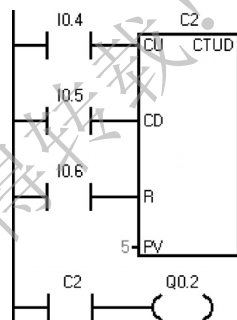

图 3-33 加减计数器
在加计数脉冲输入 CU (见图 3-33) 的上升沿, 计数器的当前值加 1。在减计数脉冲输入 CD 的上升沿, 计数器的当前值减 1。当前值大于等于预设值 PV 时, 计数器位为 ON, 反之为 OFF。若复位输入 R 为 ON, 或对计数器执行复位 (R) 指令时, 计数器被复位。当前值为最大值 32767 (十六进制数 16#7FFF) 时, 下一个 CU 输入的上升沿使当前值加 1 后变为最小值 -32768 (十六进制数 16#8000)。当前值为 -32768 时, 下一个 CD 输入的上升沿使当前值减 1 后变为最大值 32767。